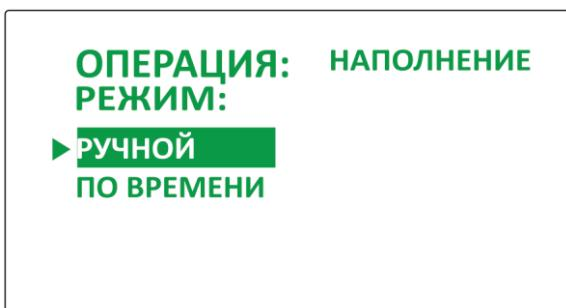

Рисунок 11
- 8.2.7.2. Нажать кнопку-индикатор настройки , отобразится меню выбора режима завершения операции слива (Рисунок 11), и все кнопки-индикаторы перейдут в режим мигающей подсветки.